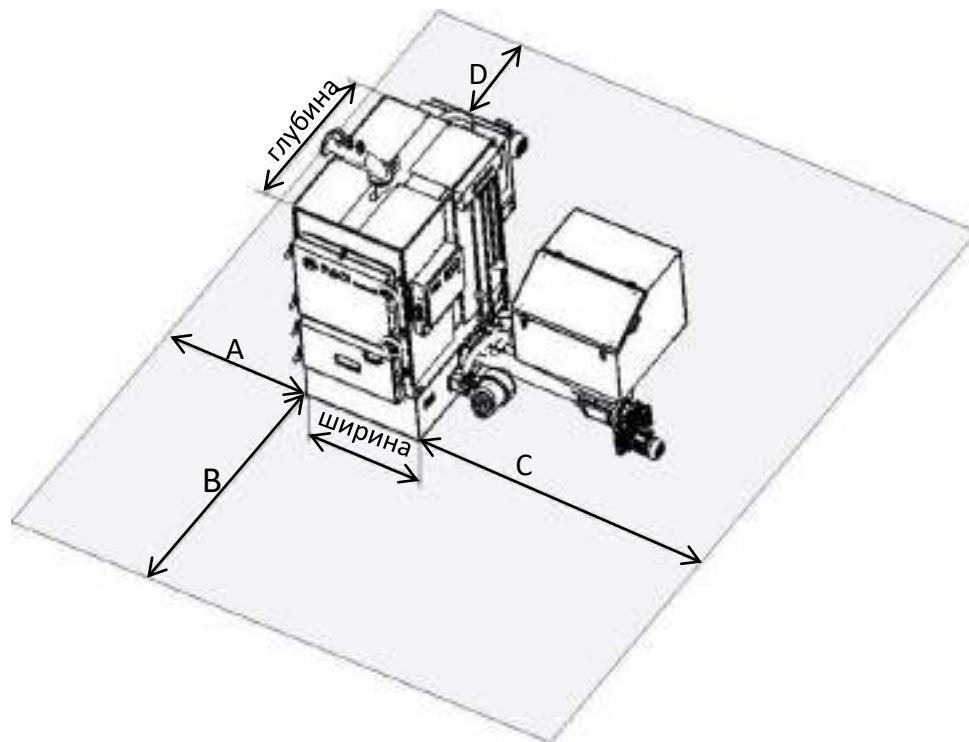

Рис. 22
Выставляем корпус котла на ровную, очищенную от мусора поверхность, учитывая расстояния от препятствий при монтаже (см. рис. 22). Закрепляем горелку поз. 4 (рис. 11б) к корпусу с внешней стороны, используя гайки M10 (8 шт), шайбы M10 (8 шт). Затягиваем соединение гаечным ключом, не перетягивая резьбу. Колосники укладываем с боков от горелки (см. поз 3 рис 11б). Устанавливаем воздушные короба (поз 1 рис 11б). Съемную горелку поз. 2 устанавливаем на горелку сверху (рис. 11б).
**2.6.1.4** При установке котла в котельной необходимо соблюдать требования выдерживания свободных расстояний до ближайших препятствий (рис. 22). В указанных размерах свободных расстояний не должно находиться никаких предметов, ни трубопроводов, ни других элементов котельной. Указанные технологические проходы должны быть свободны для доступа в любое время и ничем не загромождены.
Обозначение на рис. 22	Требуемое значение размера.